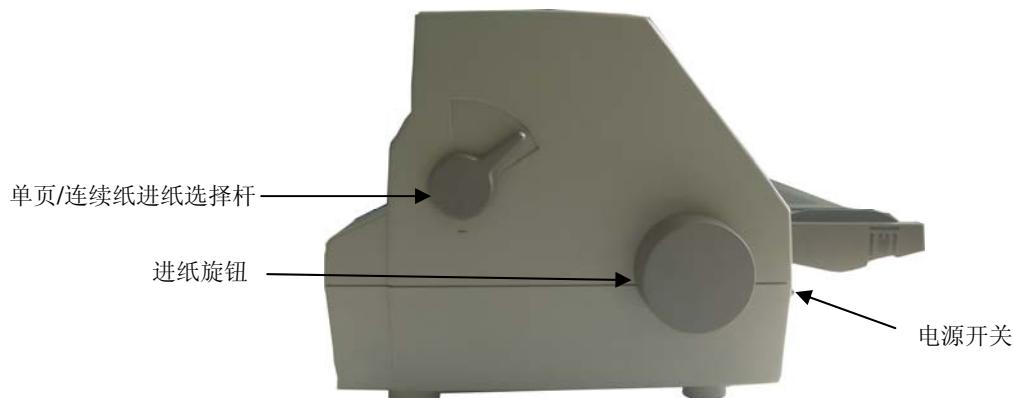

图 3-7 设定单页/连续纸进纸位置 (连续纸)
2. 把单页/连续纸进纸选择杆拨到连续纸位置（如图 3-7 所示）。